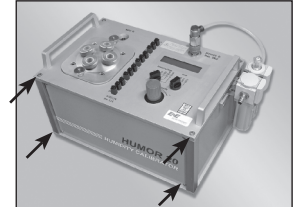

Abbildung 1
2. Schrauben öffnen (siehe Abbildung 1).